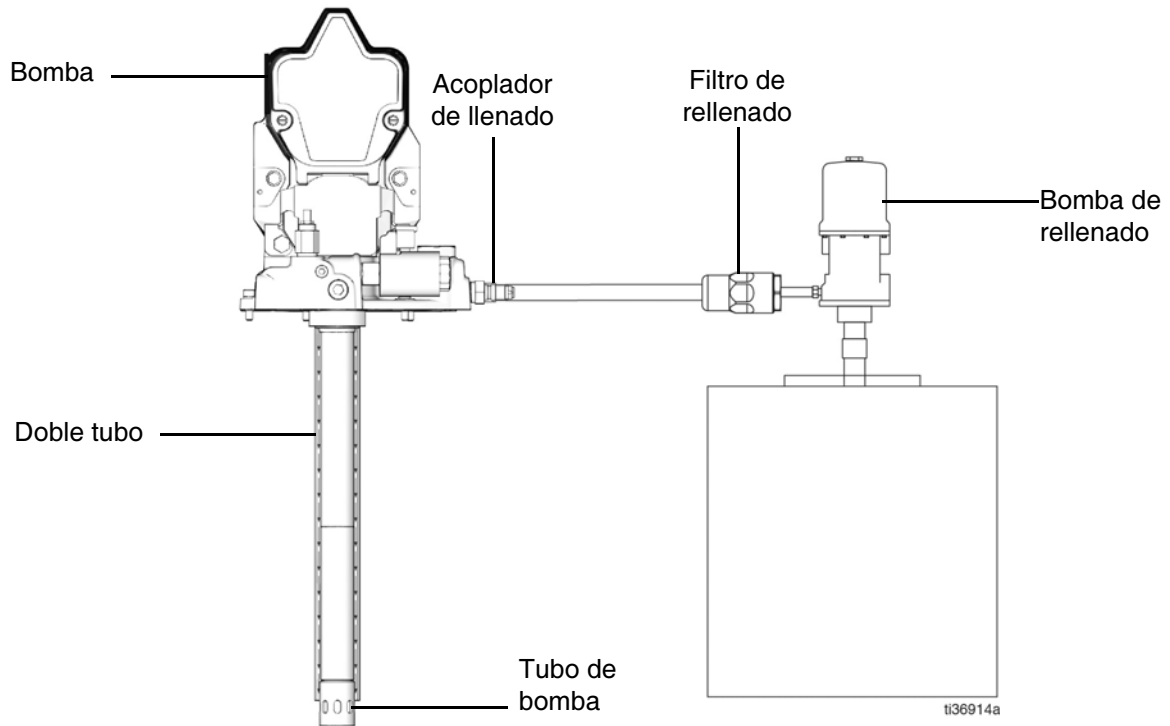

FIG. 3
2. Ponga en marcha la bomba de rellenado hasta que salga grasa por la parte inferior del doble tubo (FIG. 3 y FIG. 4).